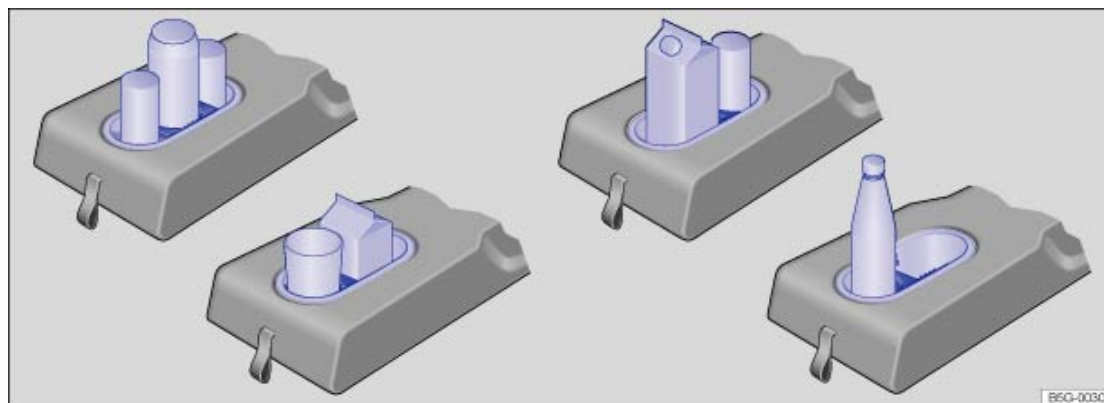

Fig. 122 Porte-boissons dans l'accoudoir central arrière : exemples d'adaptation du porte-boissons.
- Pour *adapter* le porte-boissons à la taille des gobelets, retirez l'insert → Fig. 123  ou  vers le haut et mettez-le en place conformément à la taille du gobelet → Fig. 122. Les inserts peuvent être placés dans différentes positions.